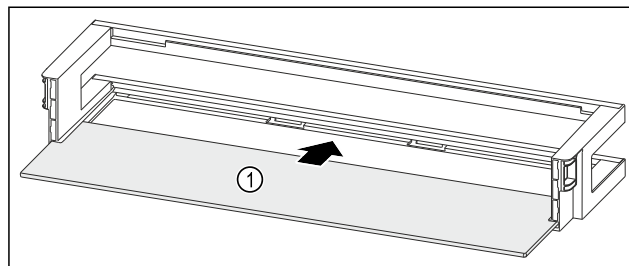

Fig. 118 Türabsteller mit Abstellfläche
- Abstellfläche Fig. 118 (1) in die seitlichen Aussparungen einschieben.